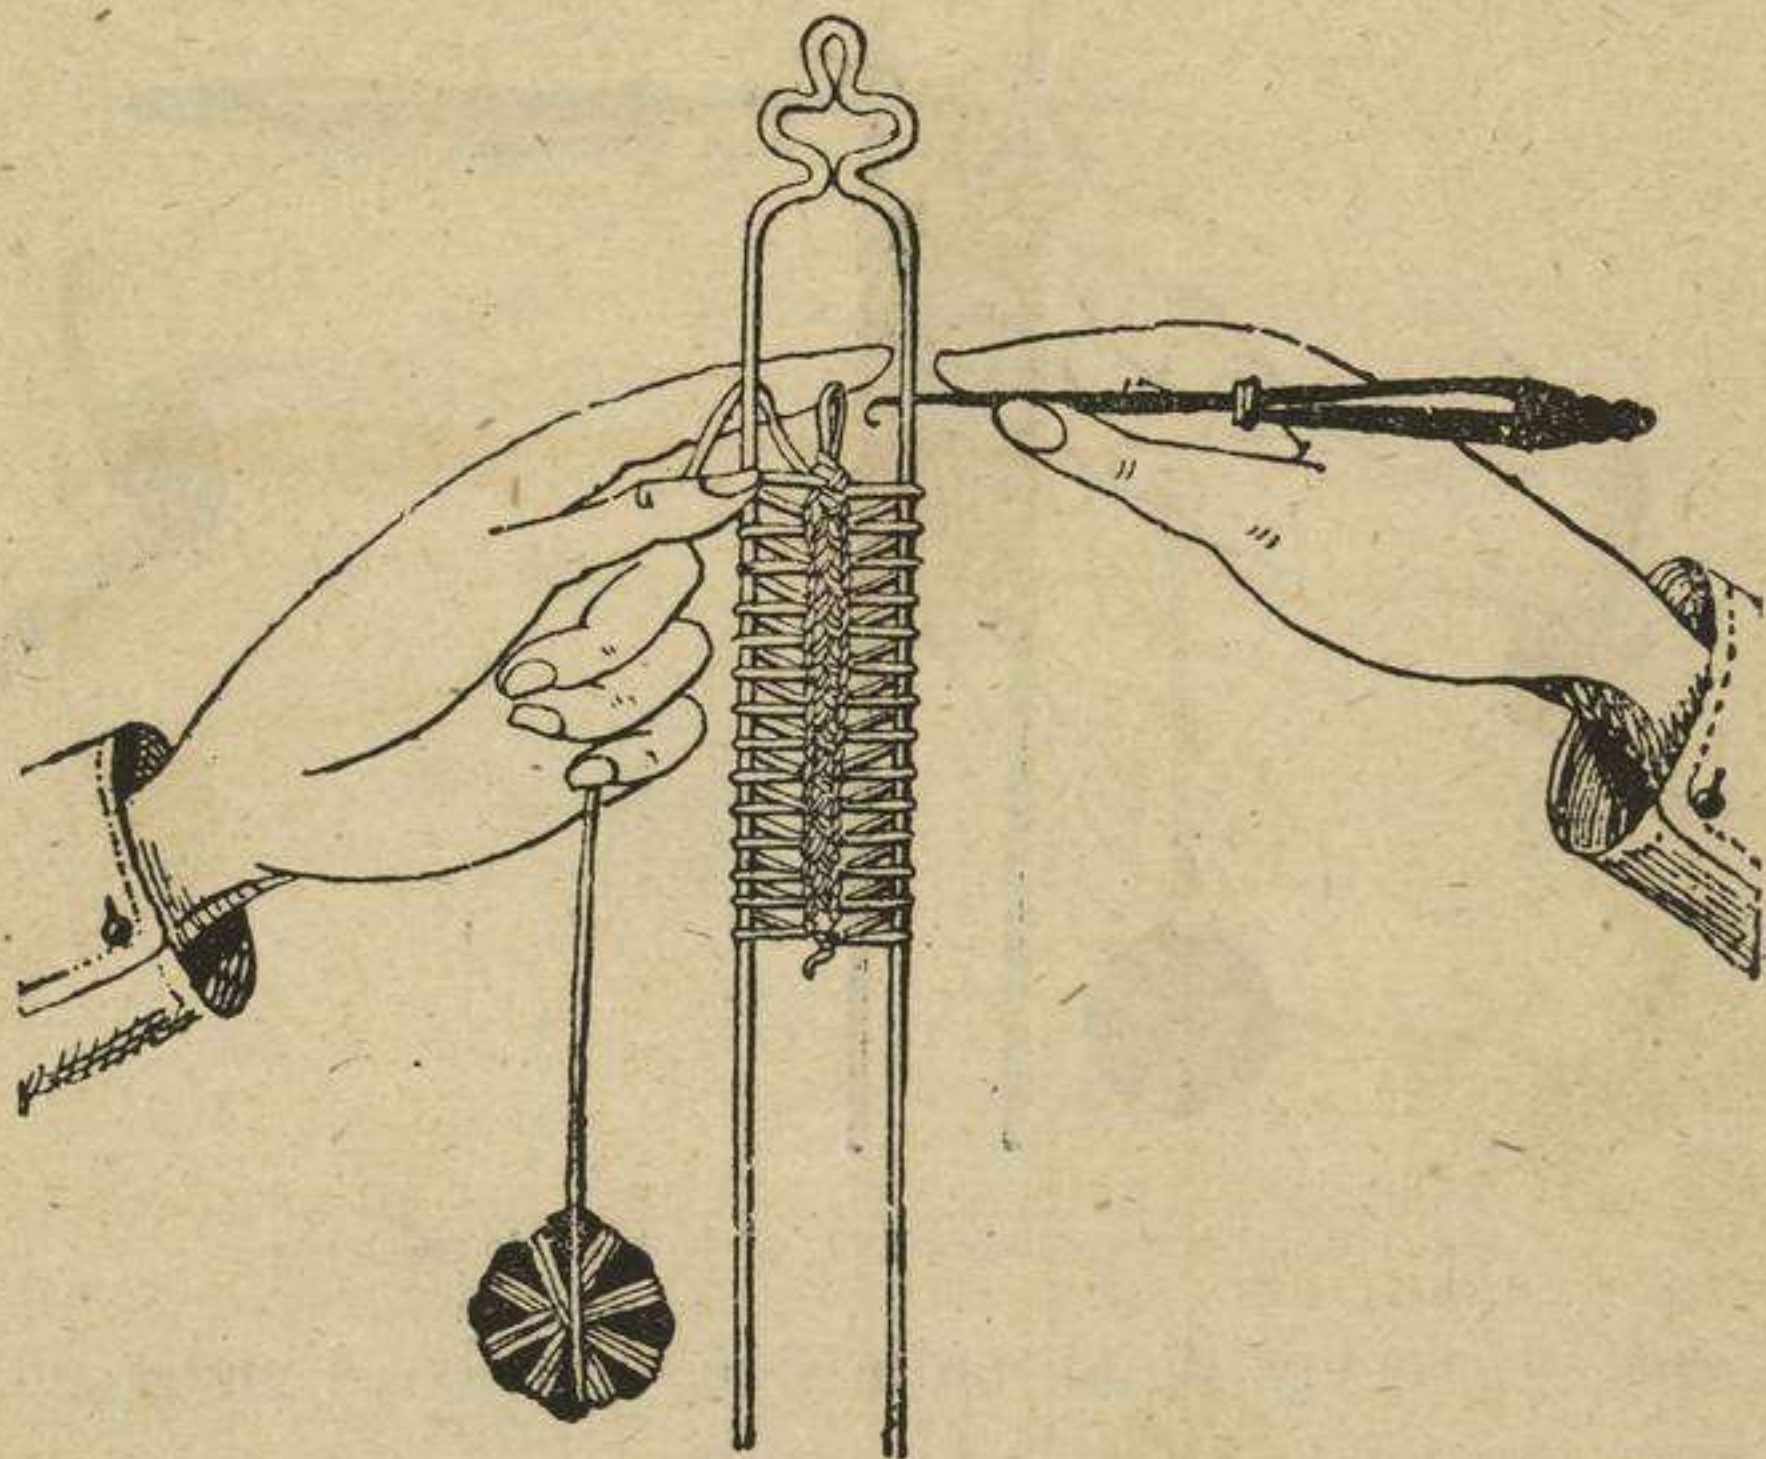

Fig. 109.—Crochet de horquilla, 3.a posicion de las manos.
**CROCHET DE HORQUILLA. 2.a posicion de las manos.**—Se saca el crochet de la malla y se le vuelve á meter en la misma malla, pasándole por detrás del lado derecho de la horquilla (véase la fig. 109.)—Se hace girar la horquilla de derecha á izquierda, y se la vuelve á colocar para formar el